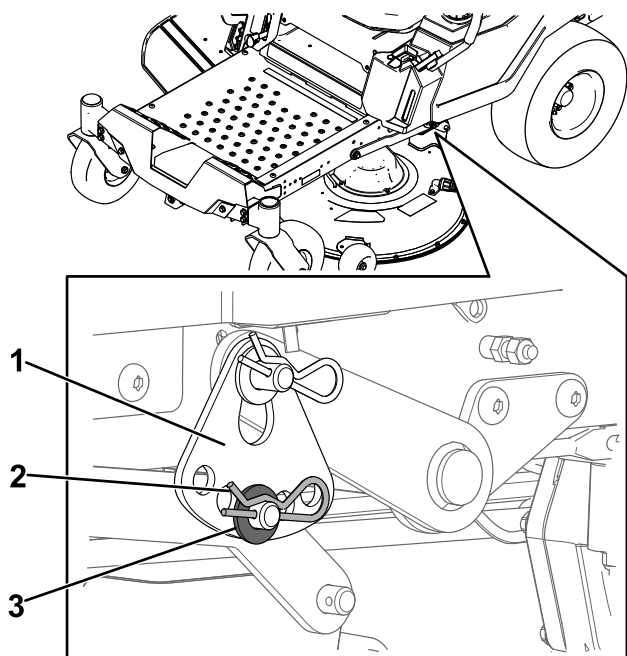

Figura 62
6. Retire la chaveta y la arandela del pasador inferior del brazo de elevación (Figura 62).